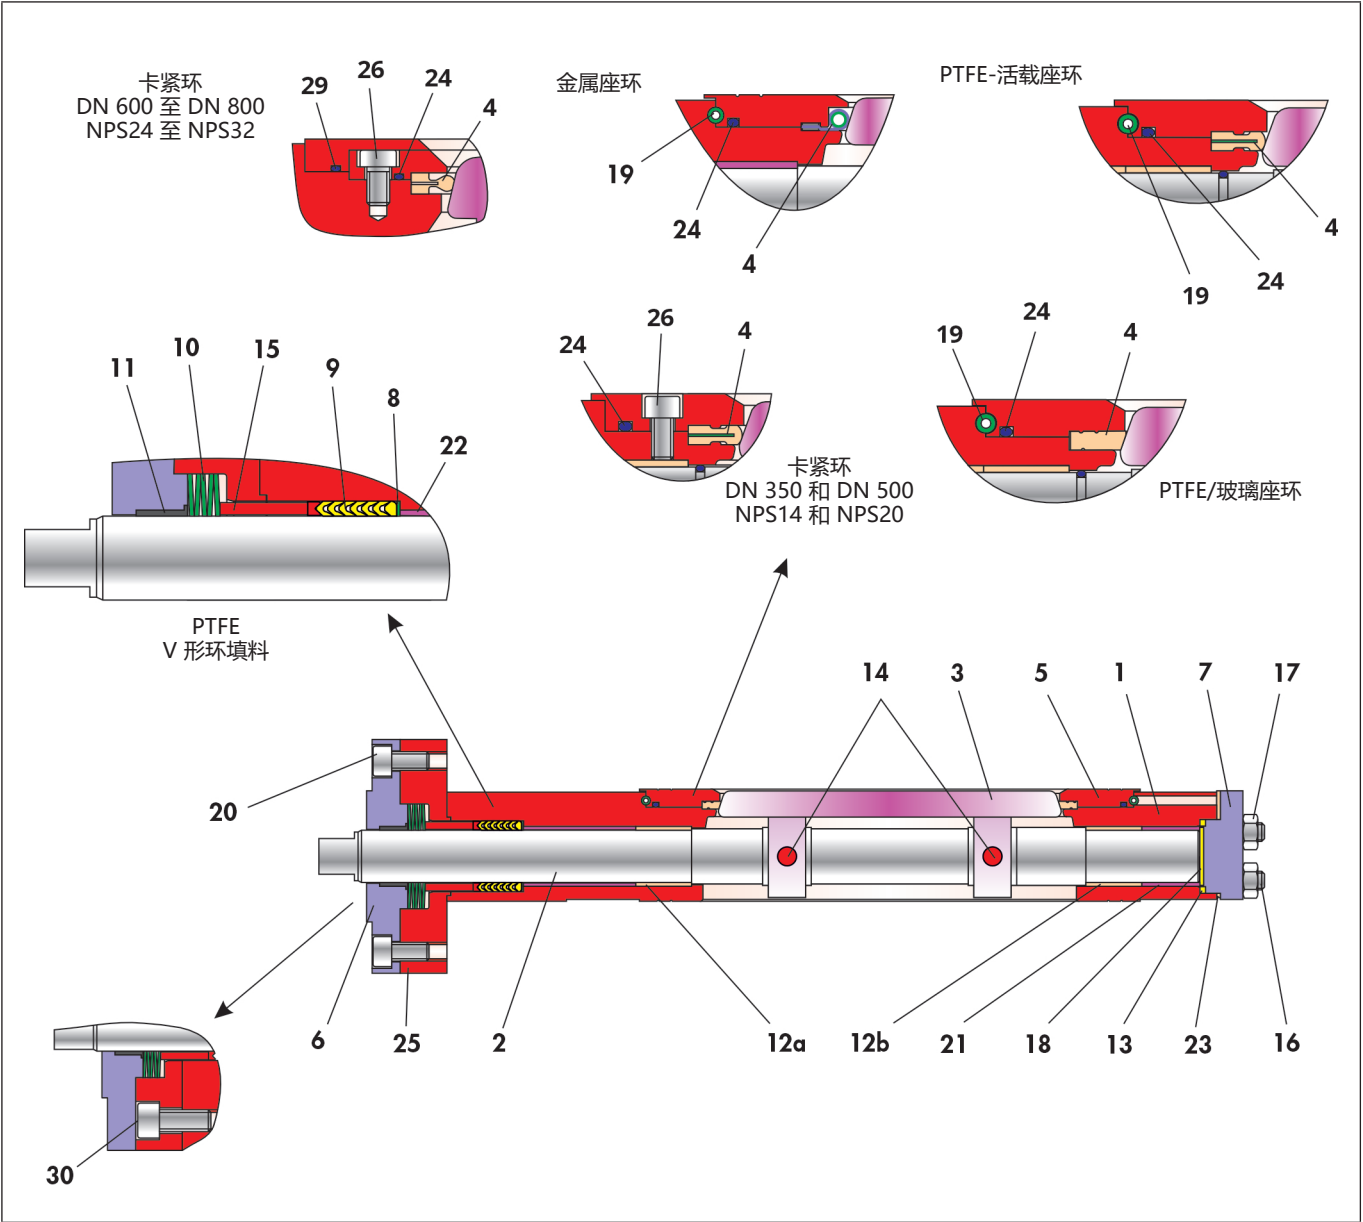

图 3-4： 带有弹簧垫圈预载 V 形环填料的 BR 14c 蝶阀的剖面图
- ⇒ 推动阀盘 (8) 经过空闲轴端上方, 在阀体中将其推进到位。
- ⇒ 推动 PTFE V 形环填料 (9) 经过控制轴上方进入阀体孔径, 且用组装套筒将其压入。请参阅剖面图 3-4, 了解 V 形环填料的排布。
- ⇒ 推动止推环 (15) 经过控制轴, 并在阀体中将其压入到位。
- ⇒ 插入盘簧组 (10)。请参阅剖面图 3-4, 了解盘簧的排布。
- ⇒ 将轴承套 (11) 压入填料箱法兰 (6)。
- ⇒ 将预组装填料箱法兰顺畅地装配在中间法兰上方, 并用螺钉 (20) 进行调整。
- ⇒ 以交叉方式匀力拧紧螺钉 (20)。